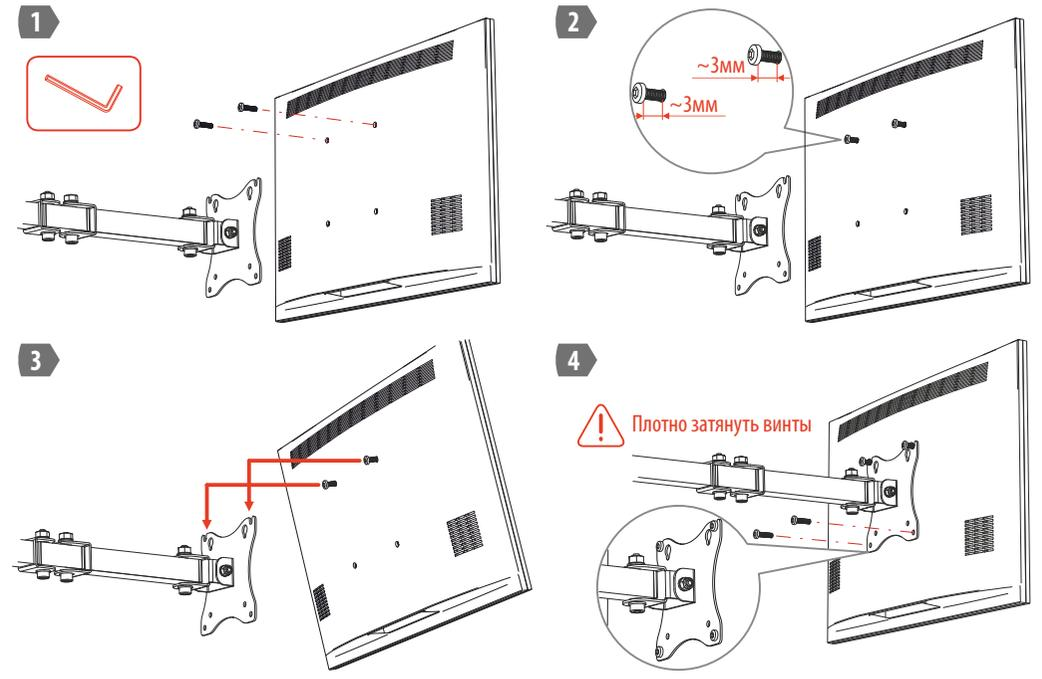

Рисунок 2. Монтаж телевизора/монитора на держатель
4.6 Вверните винты M4 в крепёжные отверстия VESA на телевизоре/мониторе, оставив расстояние между головкой и корпусом около 3мм. Навесьте телевизор/монитор на держатель и вверните нижние винты в крепёжные отверстия VESA. Протяните все винты, убедитесь в отсутствии люфта монитора. Процесс монтажа показан на рис.2.